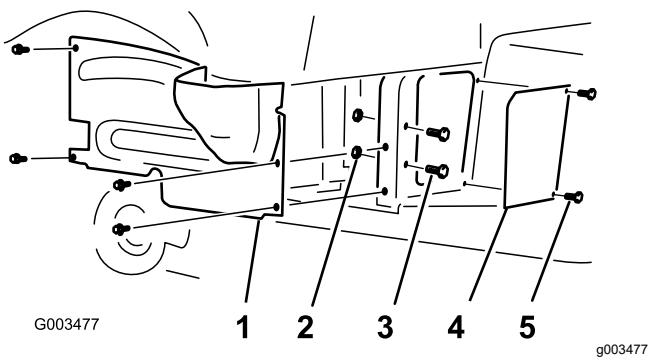

Рисунок 1
- Снимите 4 винта с буртиком, которые крепят кожух правого колеса к раме (Рисунок 1).
- Снимите 2 винта, 2 болта, 2 шайбы и 2 гайки, которые крепят щиток к раме, и сохраните шайбы для установки на более позднем этапе (Рисунок 1).